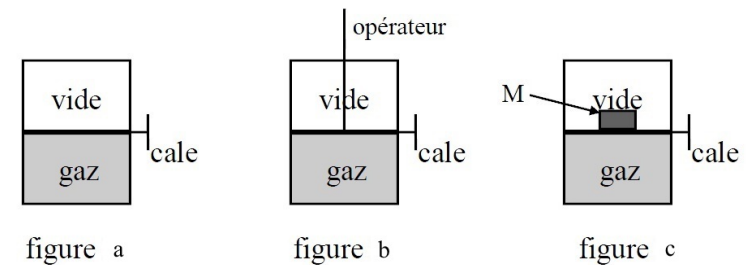

FIGURE 1 – Schémas associés aux trois transformations
3. Pour la première méthode, le piston est simplement libéré (figure 1 a). Calculer le travail W_a et le transfert thermique Q_a échangés par le gaz au cours de la transformation puis réaliser les applications numériques.
4. Pour la deuxième méthode, le piston est libéré, mais un opérateur le retient au cours de la détente, la rendant ainsi quasi-statique (figure 1 b). Le gaz occupe la totalité du volume dans son état final. Évaluez le travail W_b et le transfert thermique Q_b échangés par le gaz au cours de la transformation puis réaliser les applications numériques.
5. Pour la dernière méthode, le piston supporte initialement une masse $M = 150 \text{ kg}$ (figure 1 c). Exprimer le travail W_c et le transfert thermique Q_c échangés par le gaz au cours de la transformation puis effectuer les applications numériques.